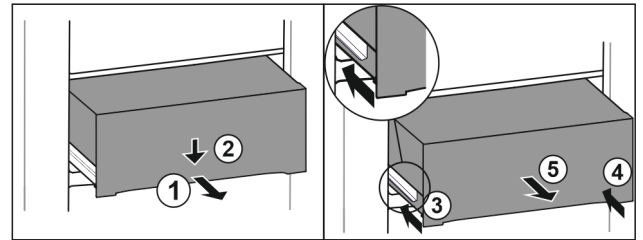

Fig. 144
- ▶ Витягніть ящик на половину. Fig. 144 (1)
- ▶ Спрямуйте висувний ящик вниз спереду. Fig. 144 (2)
- ▶ Вставте ліву рейку приблизно на 2 см. Fig. 144 (3)
- ▶ Вставте праву рейку приблизно на 2 см. Fig. 144 (4)
- ▶ Вийняти висувний ящик рухом вперед. Fig. 144 (5)